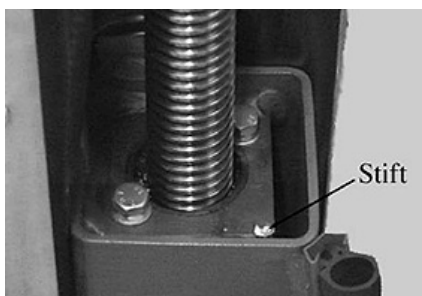
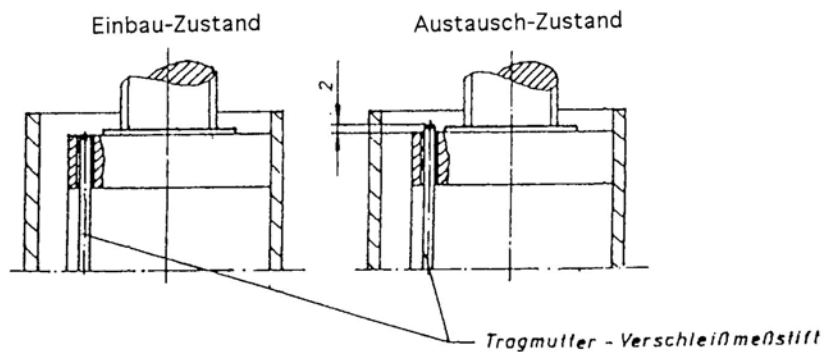

Bild 12: Tragmutterstift
Bild.13: Hubmutter
- Optische Verschleißmessung: Zur Überprüfung der Tragmutter wird zunächst die Abdeckung von der Hubspindel entfernt. In der Tragplatte ist ein Tragmutter-Verschleißmeßstift eingebaut (siehe Bild 12). Dieser muß mit der Oberkante der Tragplatte (im Hubschlitten oben) bündig sein (siehe Bild 13 Einbau-Zustand). Schaut der Stift 2 mm nach oben heraus (siehe Bild 13 Austausch-Zustand), so muß die Tragmutter zusammen mit der Folgemutter ausgetauscht werden.